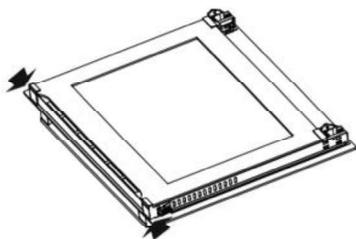

Figure 10
- Ouvrez complètement la porte et appuyez sur les loquets en plastique de chaque côté de la porte (figure 10).